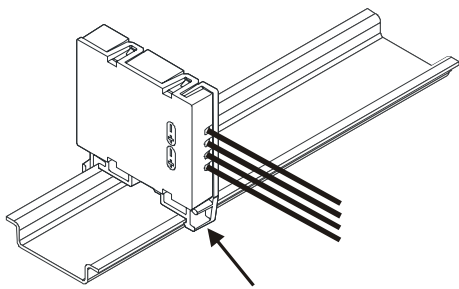

Fig. 1
- on a top hat rail (Fig. 1)
- Press the line separator with the clip against the top hat rail until it engages firmly (Fig. 1).
- Auf einer Hutschiene (Fig. 1)
- Drücken Sie den Linientrenner mit dem Klipp gegen die Hutschiene, bis er einrastet (Fig. 1).
- sur un profilé (fig. 1)
1. Pressez le séparateur de ligne contre le profilé à l'aide du clip jusqu'à ce qu'il s'enclenche (fig. 1).